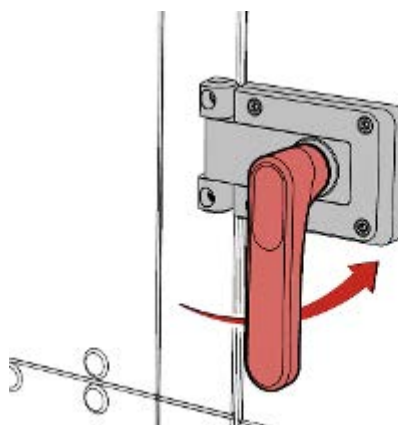

Fig. 10: Puerta de acceso con cerradura
- ▶ Gire la manilla de la puerta en sentido antihorario 90° ( Fig. 10 ).